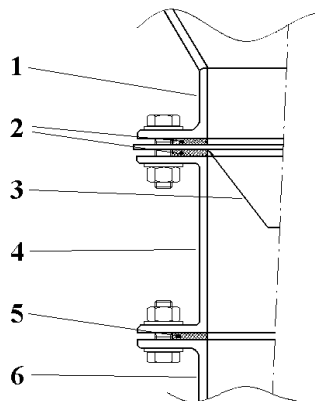

Bild 4. Principbild över installerat spjäll
2. Applicera medlevererad tätningstätt på båda sidor om spjället och ovanpå spjällkragen (spjällkrage medlevereras för typ 400 och större) innan spjället monteras, se bild 4.
4. Montera skruvar, brickor och muttrar enligt bild 4. Drag fast skruvförbanden enligt tabell 2.